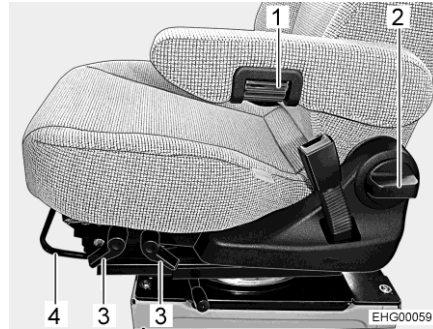

Fig. 17 Ajuste del asiento
- Tirar el estribo (Fig. 17,4) hacia arriba.
- Tirar la palanca correspondiente (Fig. 17,3) hacia arriba.
- Girar el pomo (Fig. 17,2).
- Para el ajuste fino, girar la rueda moleteada (Fig. 17,1). Según la dirección de giro, el reposabrazos se inclinará hacia arriba o abajo.